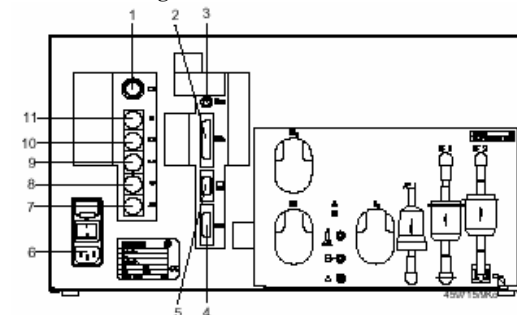

Fig 14: Achterzijde VSM, aansluitingen
1. Sluit het toetsenbord aan de achterzijde van de bedieningsunit aan (Aansluiting zie Fig 14, Pos 3).
2. Sluit de RTM 430 roetmeetmodule (enkel bij BEA 150/350) aan de achterzijde van de bedieningsunit aan (Aansluiting zie Fig 14, Pos 4).
1. Sluit alle sensoren en de netkabel aan de achterzijde van de bedieningsunit aan (Zie Fig 14).